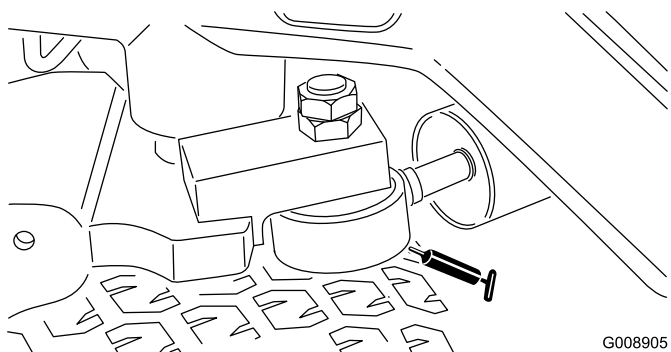

图61
**注意：** 如果需要，可以在转向油缸的另一端安装额外的黄油嘴。拆下轮胎，安装黄油嘴，涂抹上润滑脂，拆下黄油嘴并安装塞子 (图61)。